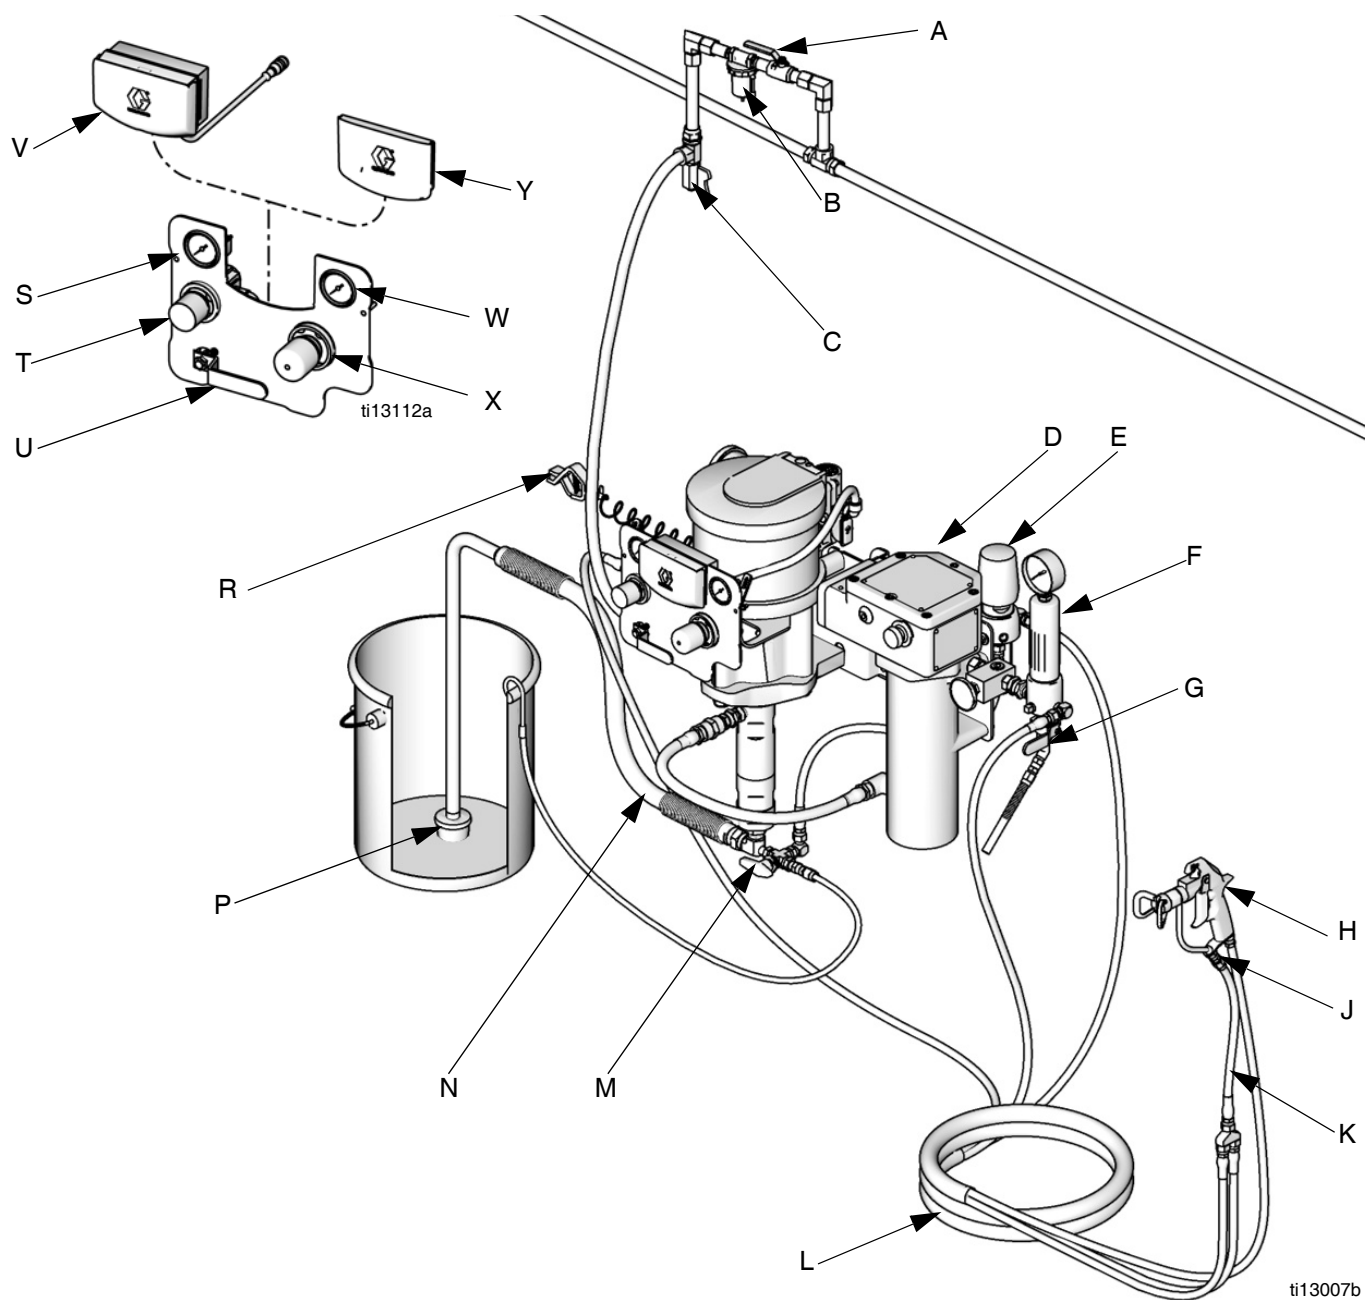

FIG. 1. Instalação normal (O seu conjunto pode não incluir todos os itens ilustrados.)
FIG. 1 é somente um guia para seleccionar e instalar os componentes e acessórios do sistema. Contacte o seu distribuidor Graco para obter ajuda relativamente à concepção de um sistema adequado às suas necessidades em particular.
Consulte FIG. 1. **Os componentes variam de acordo com o conjunto encomendado.** Consulte as tabelas nas páginas 7 a 8. O seu conjunto pode incluir:
Consulte FIG. 1, página 8.
2. Consulte FIG. 1. Fechar a válvula pneumática principal de purga (U).